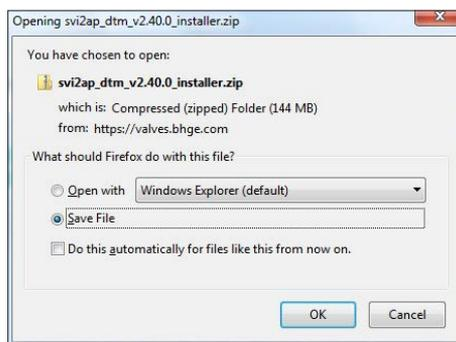

Figura 3 - Apertura della finestra di dialogo
2. Utilizzare le frecce per selezionare. Fare clic su **Download (Scarica)** sotto ValVue V3.60 Installer Download (Download del programma di installazione ValVue) e comparirà la Figura 3.